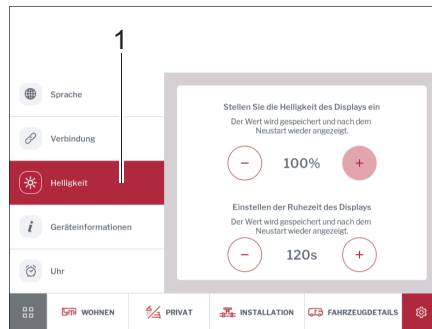

Fig. 272 Luminosité
- Appuyer sur la touche *Luminosité* (Fig. 272,1).